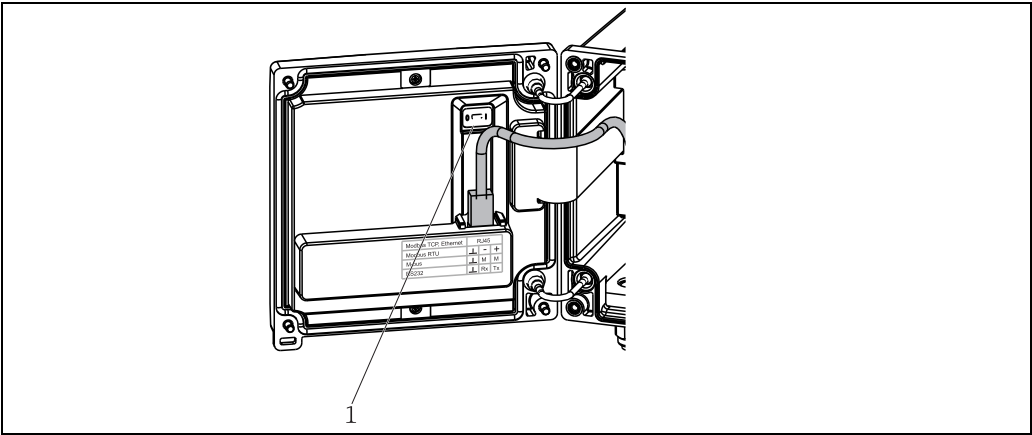

图 23: 锁定开关
- 预设计数器: 首次启动批处理前, 必须为预设计数器输入一个值 (→ 图 23)。否则无法开始批处理。预设计数器尽可能精确地定义批量控制仪 RA33 进行批处理的介质数量。要使用的最后一个预设计数器值存储在设备中, 并应用于新的批处理操作, 直到值更改为止。